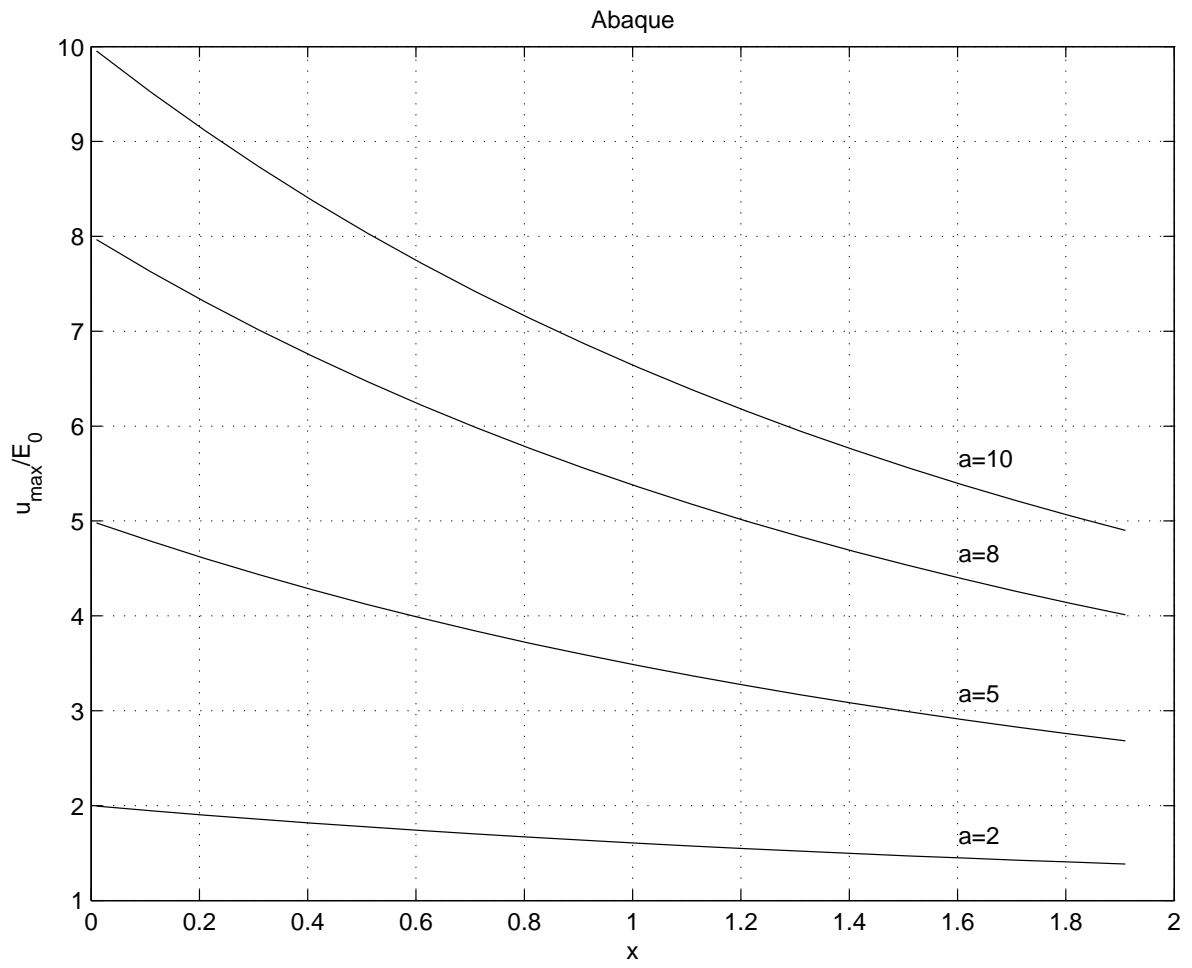

FIG. 3 -
L'abaque de la figure 3, représente la fonction :
- 2.9)** En utilisant l'abaque de la figure 3, déterminer la fréquence d'échantillonnage maximale qui permet de satisfaire au cahier des charges.